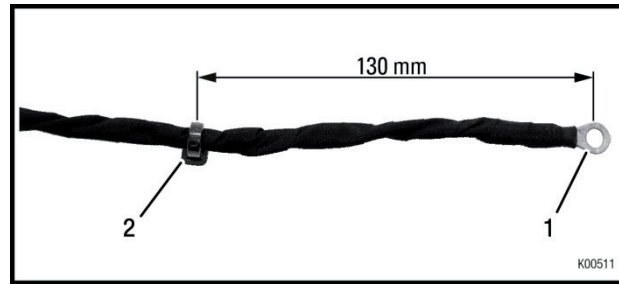

fig.19
- Retirez le ruban isolant du fil de shifter (rep.1) et mettez un collier plastique (rep.2) à environ 130 mm de la cosse. Voir fig.19.